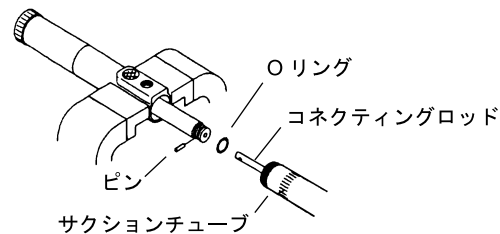

Fig.7
- 6) ポンプ本体部をバイスに固定してください。(Fig.7)
- 8) プランジャー部のOリングを外し、ピンを抜き取り、ロッドを引抜いてください。(Fig.7)